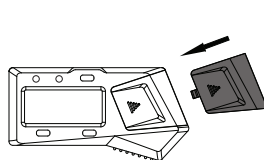

fig.3
- Cierre la tapa de las pilas (fig.3)